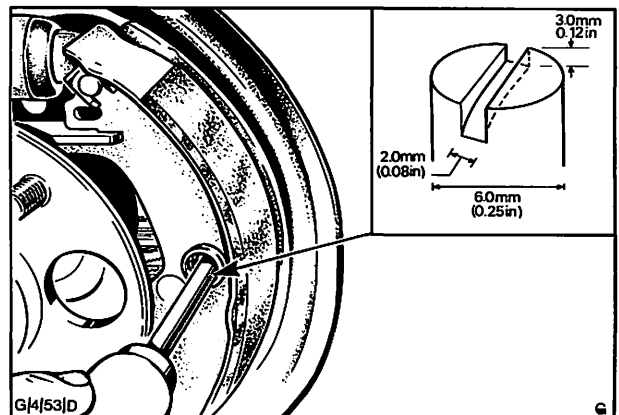

Abb. 35 Bremsbacken-Haltefedern entfernen
4. Bremsbacken-Haltefedern mit einem wie folgt abgeänderten Schraubenzieher entfernen, Abb. 35. Schraubenzieher (Schaft-Ø = 6 mm) am Ende absägen und einen Schlitz, wie in Abb. 35 gezeigt, einfräsen. Zur Anwendung abgeänderten Schraubenzieher in die Haltefeder setzen, Haltefeder zum Bremsträger hin drücken, dann aus der Halteöse aushängen.